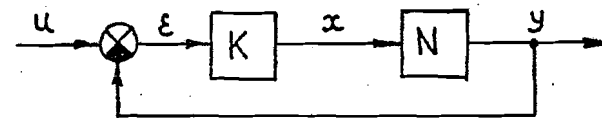

Рис. 8
9. Постройте характеристику $y = F(u)$ для системы с обратной связью (рис. 8). Нелинейность $y = N(x)$ задана графиком рис. I при $U_1 = 0, U_2 = 5, U_3 = 5$. $K = 1; 2; 5$. Проверьте результаты моделированием.